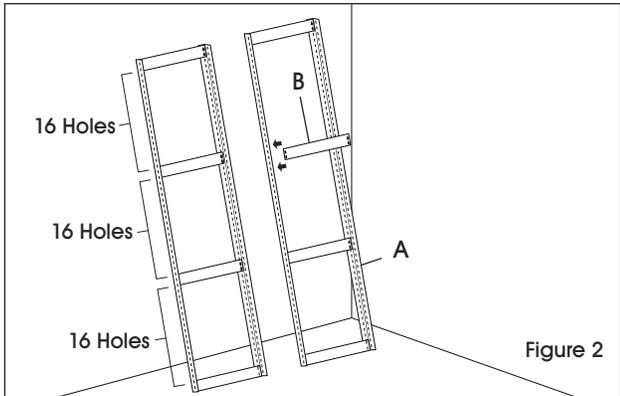

Figure 2
3. Evenly space out the remaining two shelf levels using the side supports (B). (See Figure 2)
2. Répétez l'étape 1 pour les deux autres montants verticaux (A).
3. Espacez de façon égale les deux autres niveaux du rayonnage à l'aide des supports latéraux (B). (Voir Figure 2)